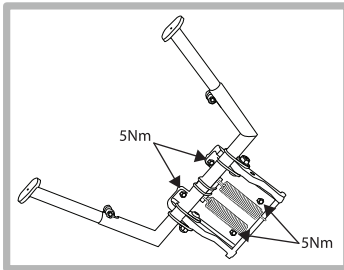

Figure 4
3. Alignez la béquille avec le cadre et serrez la visserie de fixation. Serrez la visserie en alternance pour vous assurer que les étriers en U et l'étrier de la flèche restent à l'équerre par rapport aux tubes et que la béquille est fixée uniformément. Remarque : il sera nécessaire de déplacer les pieds de la béquille pour accéder aux écrous des étriers. Ne serrez pas trop les fixations de l'étrier de flèche. Si l'étrier de flèche commence à se déformer, le réglage est suffisamment serré (figure 4).